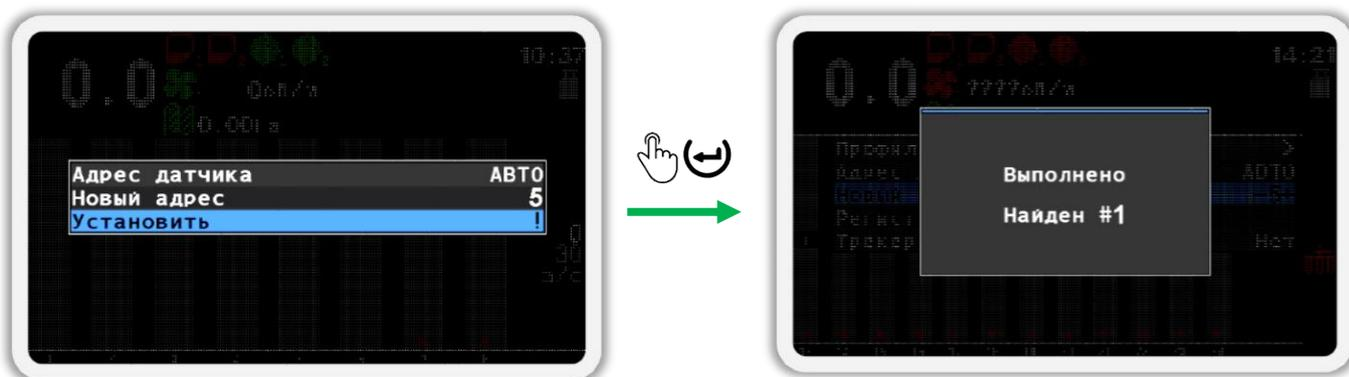

Рисунок 57
2. В экране меню «Конфигурация датчиков» (см. Рисунок 55 п.4), кнопками  «Вверх» и  «Вниз» выберите пункт  «Датчик высева» и нажмите кнопку  «Меню». В результате откроется меню «Датчик высева». (см. Рисунок 57 слева).
3. Кнопками  «Вверх» и  «Вниз» выберите пункт  «Адрес датчика» и убедитесь, что выбрано значение «АВТО» (см. Рисунок 57 слева). Для изменения этого параметра используются кнопки  «Плюс» и  «Минус».
4. Кнопками  «Вверх» и  «Вниз» выберите пункт  «Новый адрес» и кнопками  «Плюс» и  «Минус» задайте новый программный адрес (см. Рисунок 57 слева).
5. Кнопками  «Вверх» и  «Вниз» выберите пункт  «Установить» и нажмите кнопку  «Меню». В результате удачного переименования на экран будет выведено сообщение - «Выполнено» (см. Рисунок 57 справа).